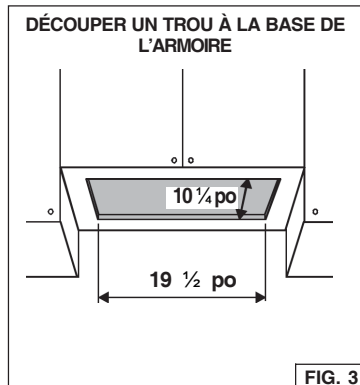

FIG. 3
2. Découper un trou au bas de l'armoire selon les dimensions indiquées à la Fig. 3.